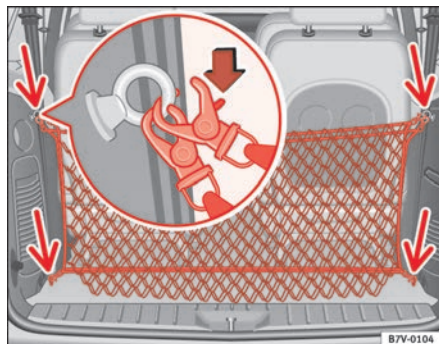

Fig. 115 Bolsa de red montada
- Para desmontar la bolsa de red hay que desenganchar los seis ganchos ⇒ fig. 115 (flechas).